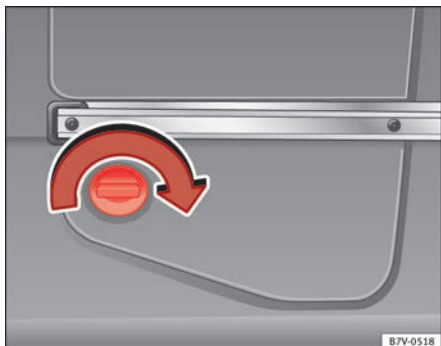

Abb. 164 Hinten links im Gepäckraum: AdBlue-Tank hinter einer Abdeckung.
- Schnellverschluss der Abdeckung im Uhrzeigersinn drehen ⇒ Abb. 164 und Abdeckung nach vorn öffnen.